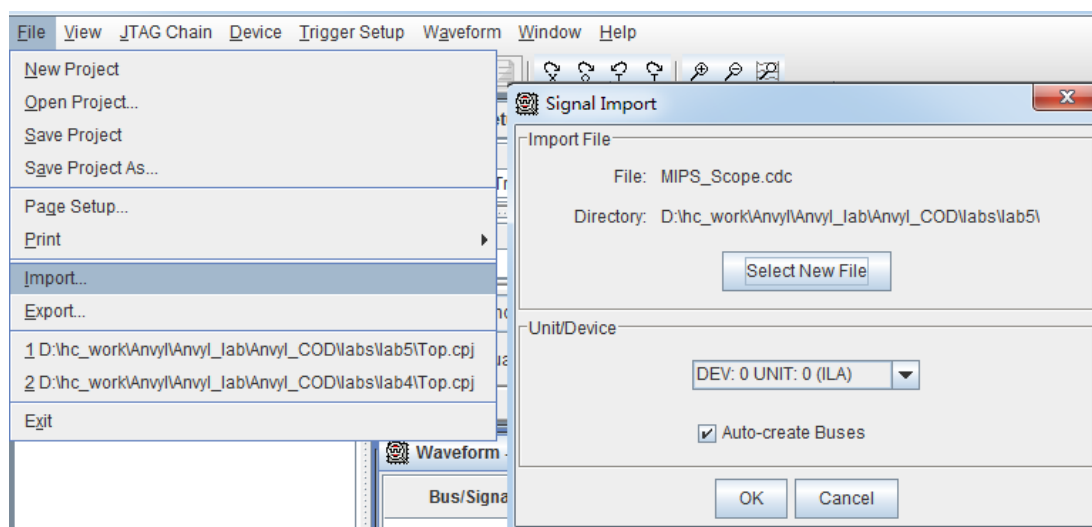

图 30. 导入 CDC 文件
- 双击 Trigger Setup 和 Waveform，得到两个窗口。按 F5 键，开始进行信号采样，采样完毕后可得到如图 30 的波形。观察分析波形